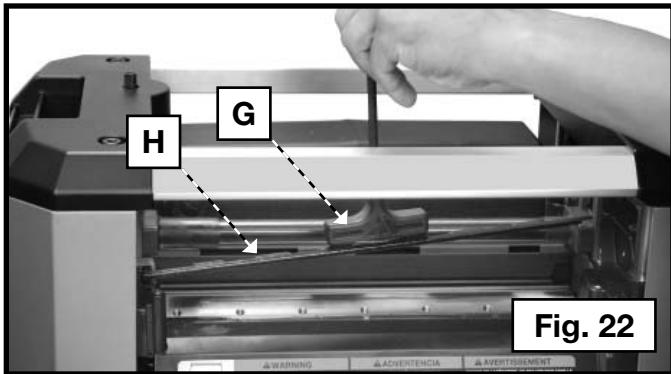

Fig. 22
5. Coloque el extremo magnético de la llave (G) Fig. 22 en el centro de la cuchilla. Eleve la llave hasta que la hoja (H) se separe de las clavijas. Retire la cuchilla.